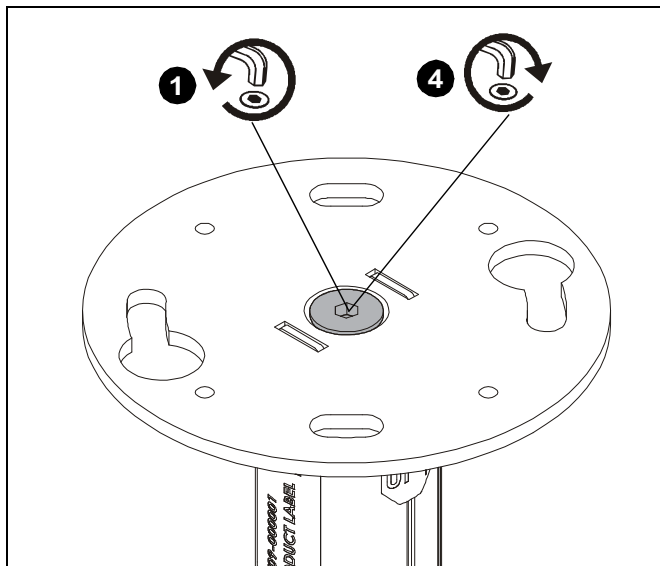

Figure 1
**NOTE:** Le remplacement des vis à tête ronde standard avec des vis de sécurité (H) est en option selon les préférences de l'utilisateur. Si vous n'installez pas les vis de sécurité, passez à la section « Raccordement au plafond ».
1. Desserrez le boulon au dessus du support de série KITE (E) en tournant le boulon en 1 à 2 rotations complètes. (Voir la Figure 1)
4. Serrez le boulon au dessus du support de série KITE (E). (Voir la Figure 1)